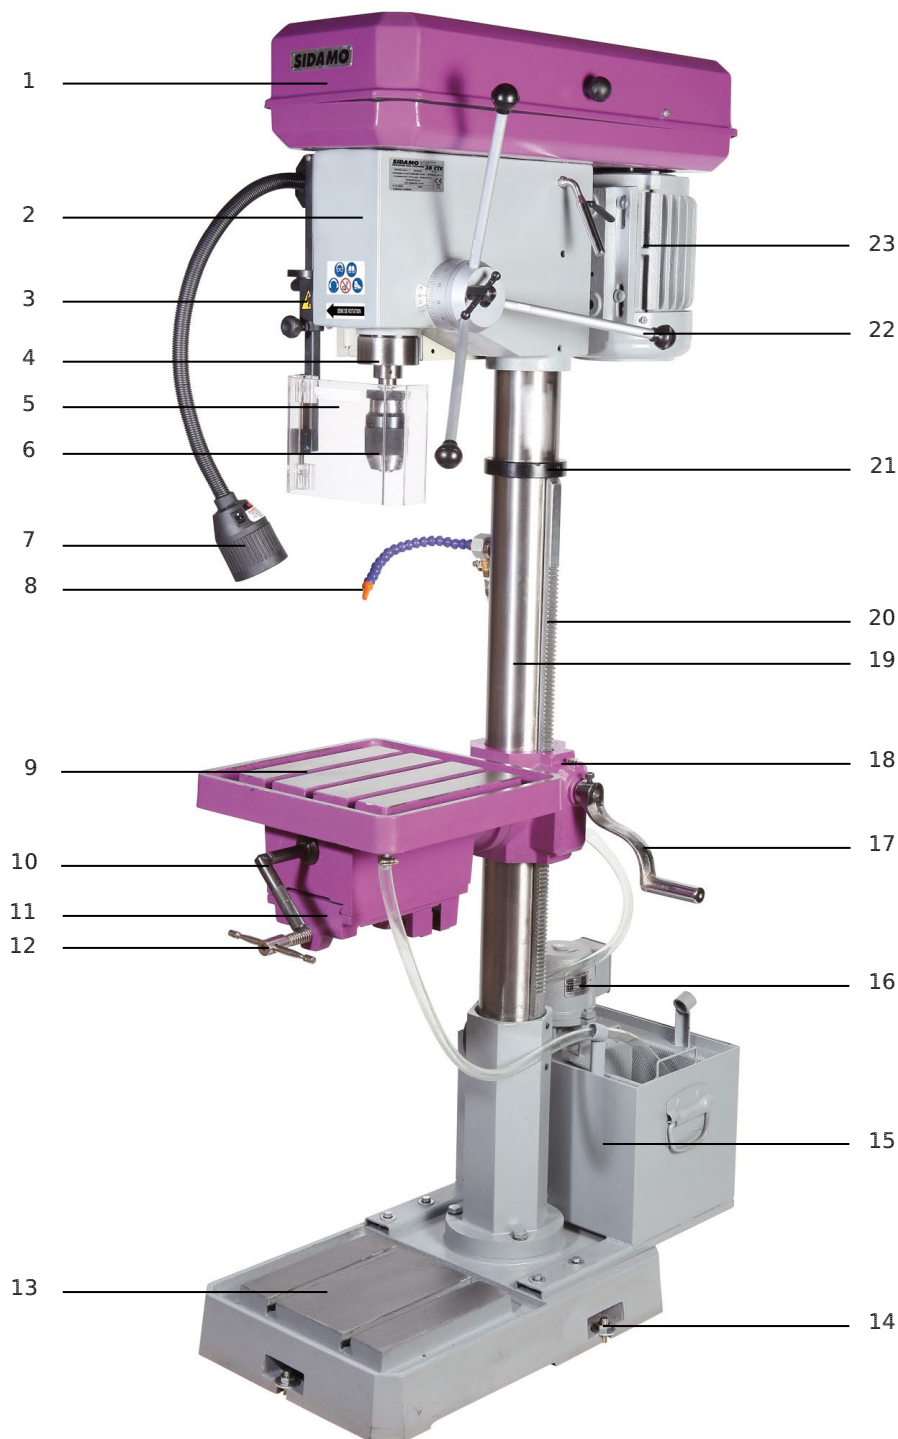

Figure 1
Prévoir des trous de fixation en correspondance des points de fixation scellement base (14 fig.1) et procéder à la fixation.
- Les bras et les poignées de descente de broche (22 fig.1)
- La manivelle de montée/descente de table (17 fig.1)
- Le tuyau de liquide de coupe aimanté (8 fig.1)
- La queue de mandrin + le mandrin auto-serrant (6 fig.1)